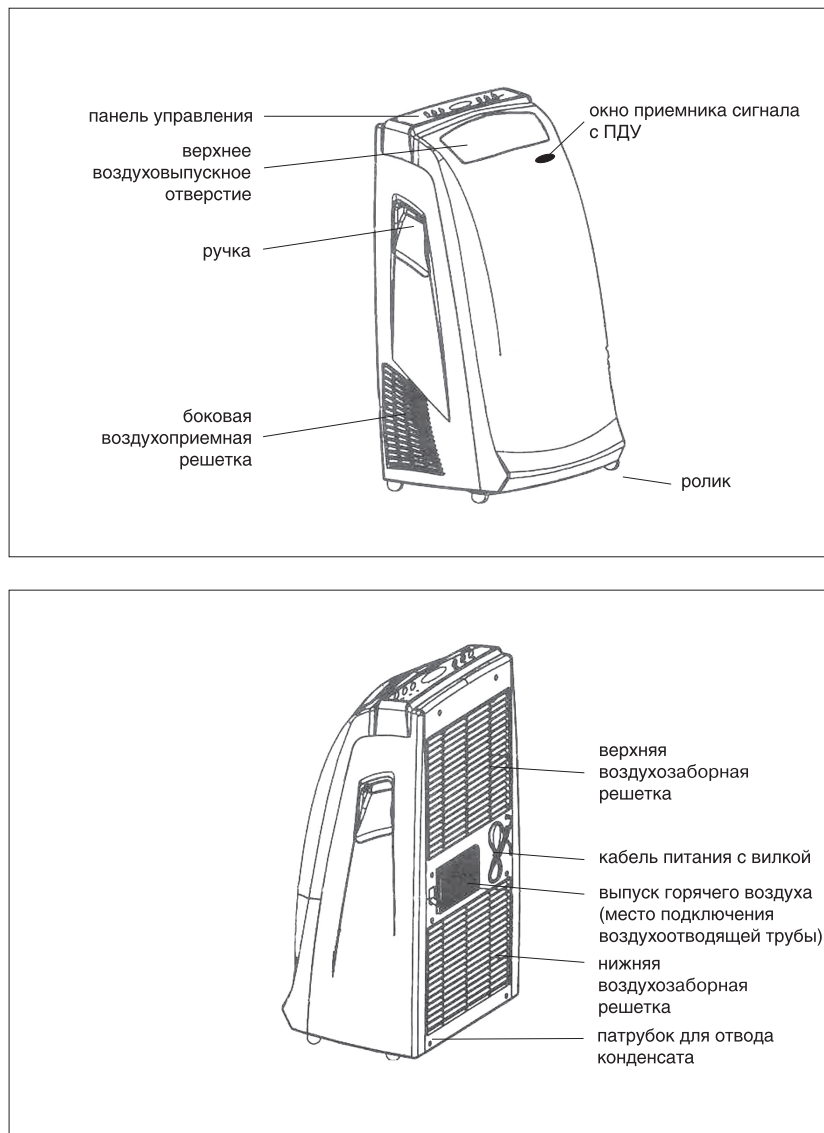

Рис. 2.1
2.1 Основные элементы кондиционера в соответствии с рис. 2.1